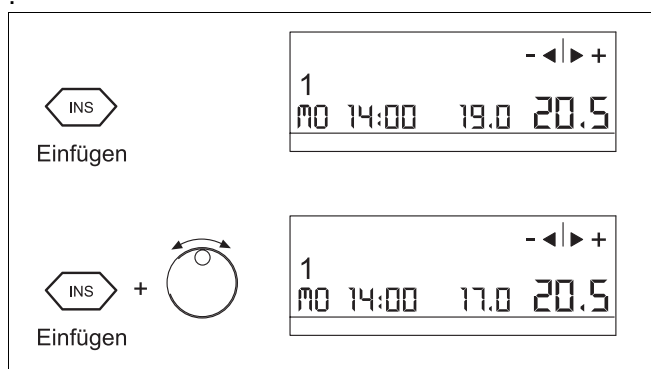

Abb. 9 Schaltpunkt am aktuellen Zeitpunkt einfügen
- ▶ Taste „INS“ (Abb. 9) drücken und gedrückt halten. Die Temperaturanzeige blinkt.